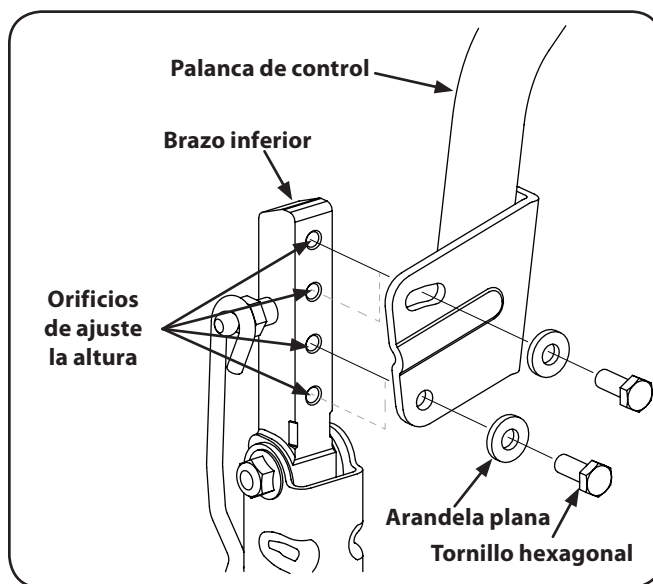

Figura 6-3
2. Mientras sostiene la palanca de control para evitar que caiga, quite el tornillo hexagonal y la arandela plana de la base de la palanca de control y del brazo inferior. Consulte la Figura 6-3.
1. Afloje el tornillo hexagonal si aún no lo aflojaron y rote la palanca de control hacia adelante o hacia atrás a la posición deseada. Vea la Figura 6-3.